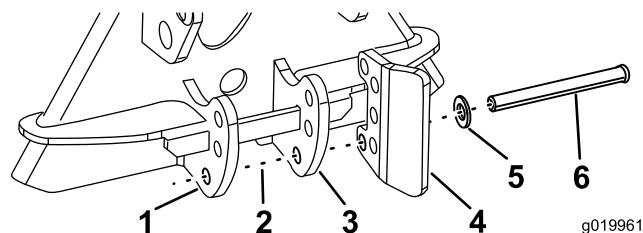
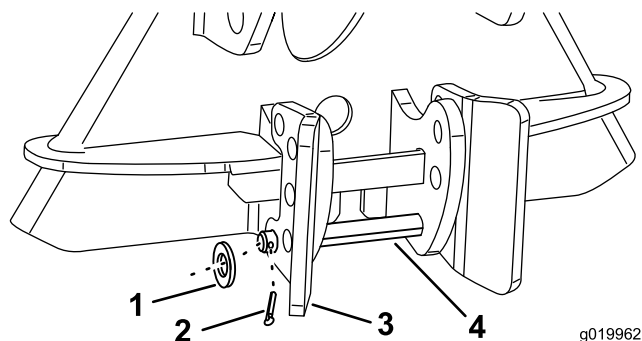

Figura 8
Figura 9
- Instale o passador de forquilha e uma anilha no furo inferior numa das placas de paragem da forquilha, através da placa de paragem do lado direito e através do mecanismo de fecho (Figura 8).
- Deslize o pino através da placa de paragem do lado esquerdo e através do furo inferior na outra placa de paragem da forquilha (Figura 8 e Figura 9).
- Deslize uma anilha para o passador de forquilha e prenda com o contrapino, dobrando as extremidades do contrapino para o prender (Figura 9).